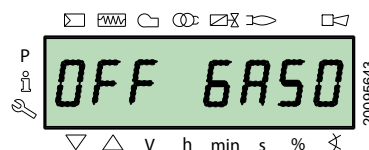

Fig. 40
- light oil “OFF GASO” (Fig. 40)